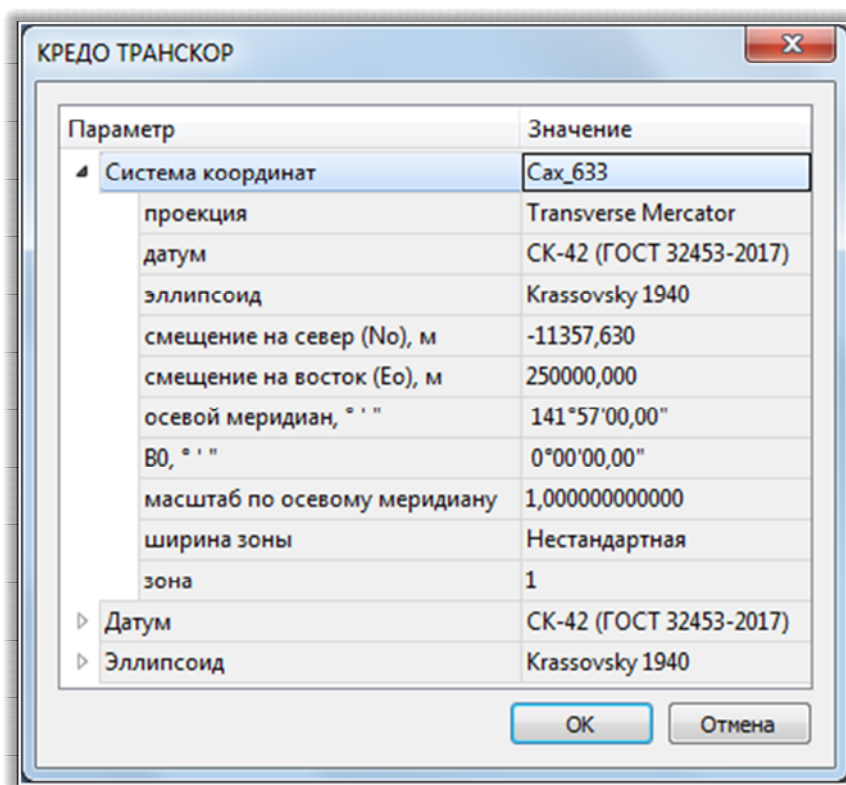

Рисунок 5.20
3. Создайте систему координат ««Сах_633»» (рис. 5.20), а затем импортируйте ее в правую панель. Тип проекции «Сах_633» - *Transverse Mercator*;